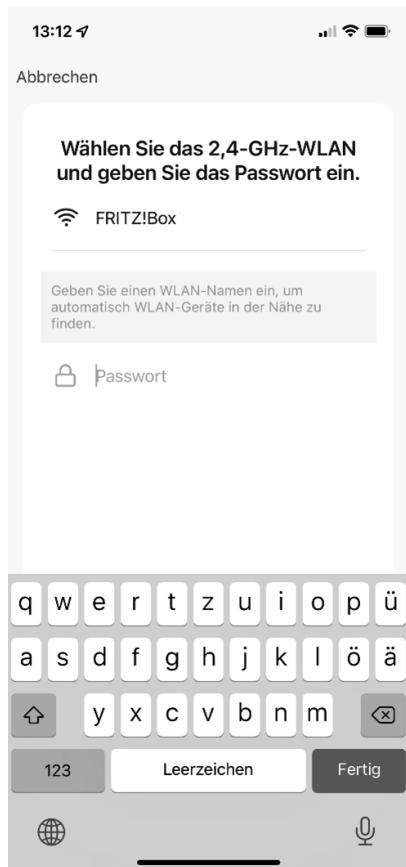

Abb. 3
- Geben Sie im nächsten Schritt das Passwort Ihres WLAN-Netzwerks ein (s. Abb. 3) und tippen Sie anschließend auf **WEITER**.